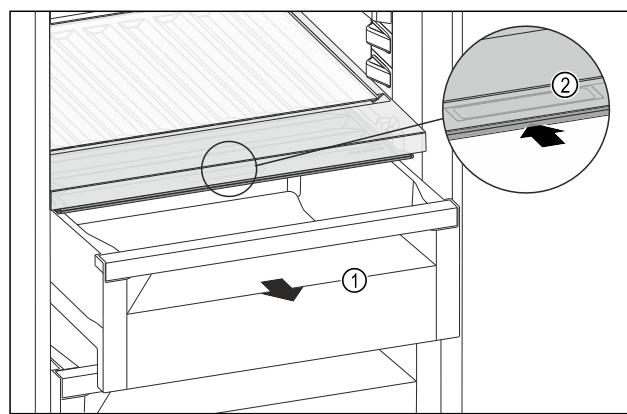

Fig. 110
- ▶ Извлеките выдвижной ящик Fig. 110 (1).
- ▶ Возьмитесь за утопленную ручку Fig. 110 (2) на крыше отделения и одновременно введите крышку отделения назад.